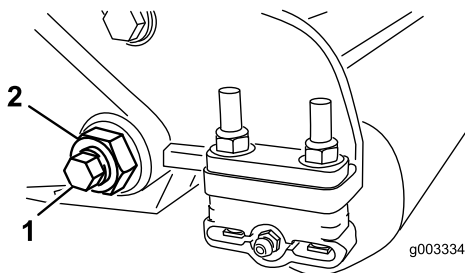
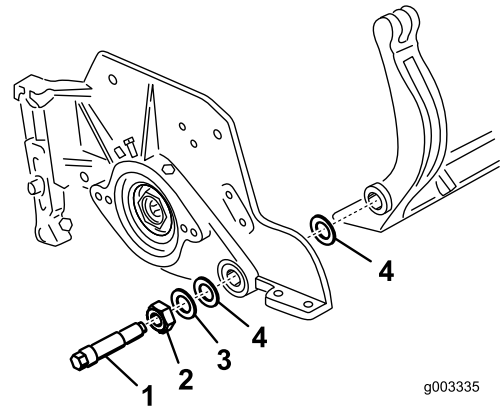

图 24
图 25
3. 在机器的另一侧松开固定底刀架螺栓图 24 的锁紧螺母。
4. 拆下两个底刀架螺栓向下拉动底刀架并从机器螺栓图 24 上拆下来。取下底刀架图 25 两端的 2 个尼龙垫圈和 1 个冲压钢垫圈。
3. 将尼龙垫圈放在侧板凸起的一侧。在两个尼龙垫圈的外侧各放一个钢垫圈 图 25。